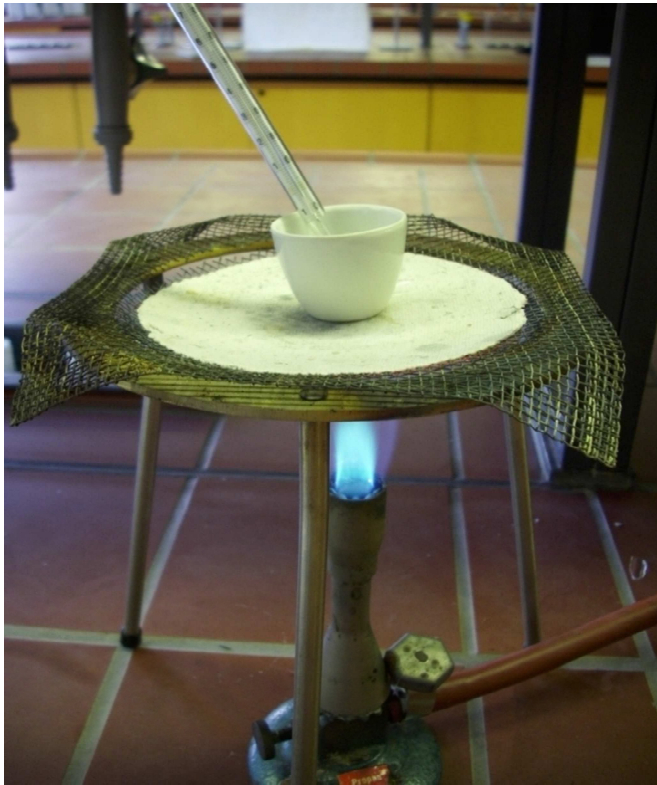

Abbildung 3: Versuchsaufbau für "Schmelztemperaturbestimmung alltäglicher Substanzen"
- Durchführung:** Der Aufbau erfolgt analog zu Abbildung 3 durch die SuS. Die Porzellanschale mit der Probe wird langsam unter ständiger Kontrolle der Temperatur mit Hilfe des Bunsenbrenners erhitzt.